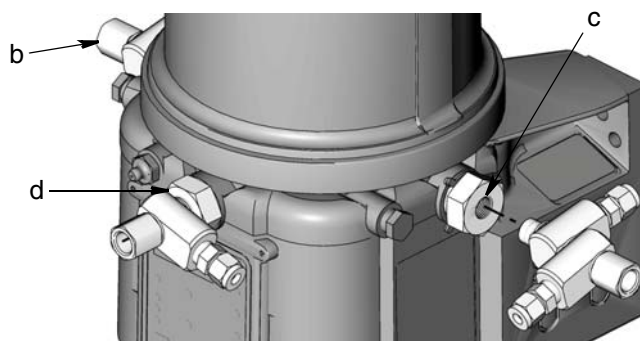

FIG. 8
7. Installare questo gruppo sull'elemento pompa (c) posizionato a destra (visto dal davanti) di G3. Lasciare la vite abbastanza allentata perché il raccordo cavo possa girarsi (FIG. 8).